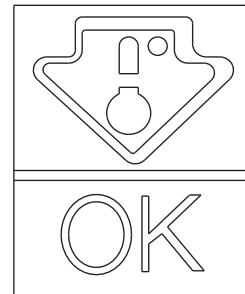

Abb. 5
• Damit Aroma, Gehalt und Frische der Speisen bestmöglich erhalten bleiben, sollten sie wie in Abbildung 5 ersichtlich im Kühlraum untergebracht werden. Die Speisen sollten in Alu- oder Kunststofffolie oder in entsprechenden Behältnissen mit Deckel verpackt sein, um Kreuzkontaminationen zu vermeiden.
Die Temperaturanzeige prüfen, die Anzeige OK muss deutlich erkennbar sein (Abb. 5). Ist die Anzeige nicht sichtbar, bedeutet dies, dass die Temperatur zu hoch ist: